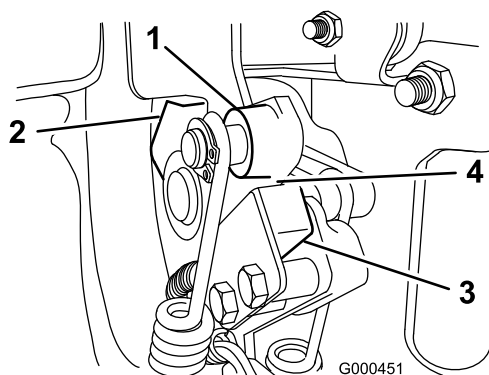

Figura 33
2. Innestate la leva della trazione finché non viene a contatto con il fermo in folle (Figura 33).
3. Allentate i dispositivi di fissaggio del microinterruttore (Figura 33).
4. Inserite uno spessore di 0,8 mm fra la leva di trazione ed il microinterruttore (Figura 33).